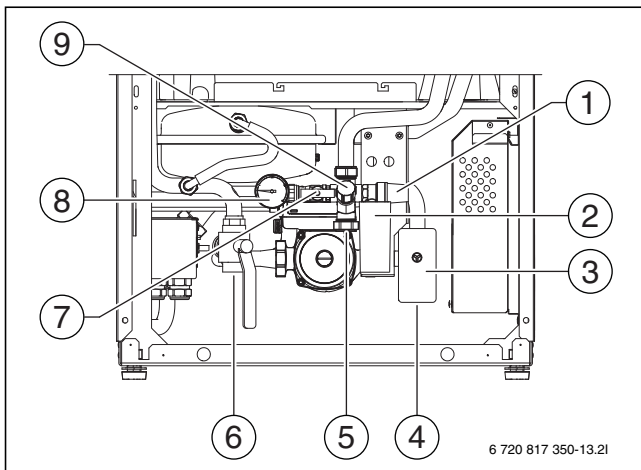

Bild 18 Kopplingsutrymme
4. Stäng kranen på partikelfiltret (→Bild 18).
5. Öppna påfyllningskranen för värmesystemet (→[7], Bild 18). Stäng kranen när trycket nått 2,3 bar.